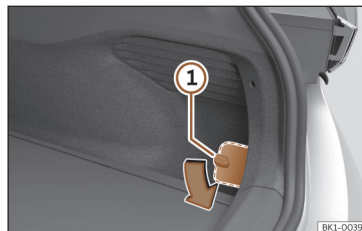

Abb. 51 Im unteren rechten Bereich der Kofferraumverkleidung: Abdeckung mit Trennlinien.
- Drehen Sie den Verschluss der Abdeckung um 90°»» **Abb. 51** ①.
- Drücken Sie die Fläche über dem Verschluss nach innen»» **Abb. 51** (hervorgehobener Bereich).
- Fassen Sie mit der Hand in die Öffnung und ziehen Sie die Abdeckung ab. Setzen Sie ggf. einen geeigneten Gegenstand an den Trennlinien an»» **Abb. 51** ②.